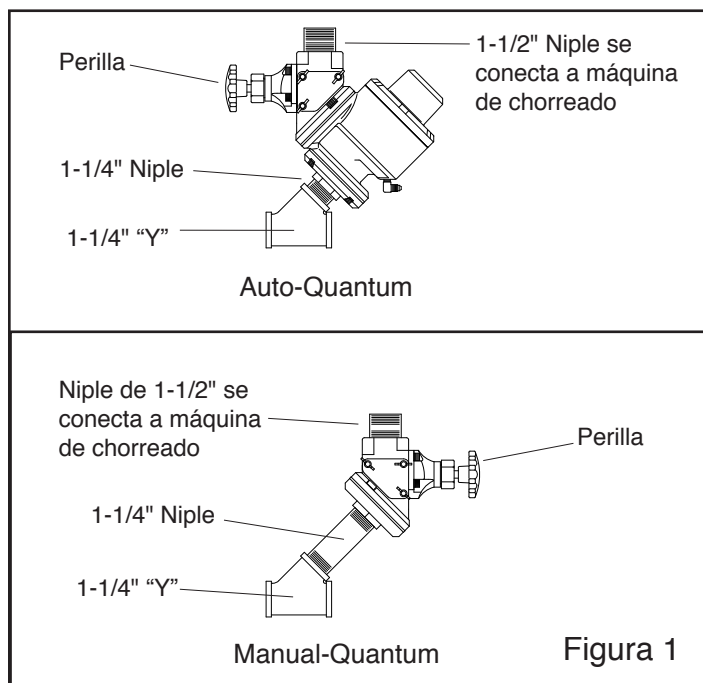

Figura 1
2.4 Instale el niple de 1-1/4" y la "Y" a la válvula dosificadora como se muestra en la Figura 1.